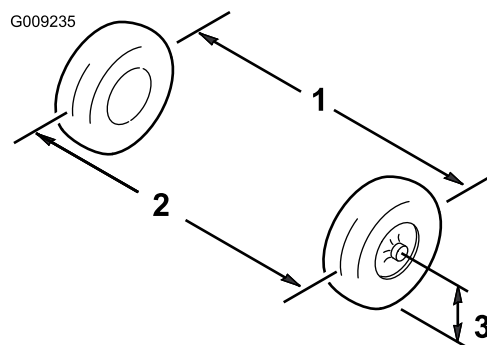

Figura 54
2. Misurate la distanza tra i pneumatici anteriori all'altezza dell'assale, davanti e dietro le ruote (Figura 54).